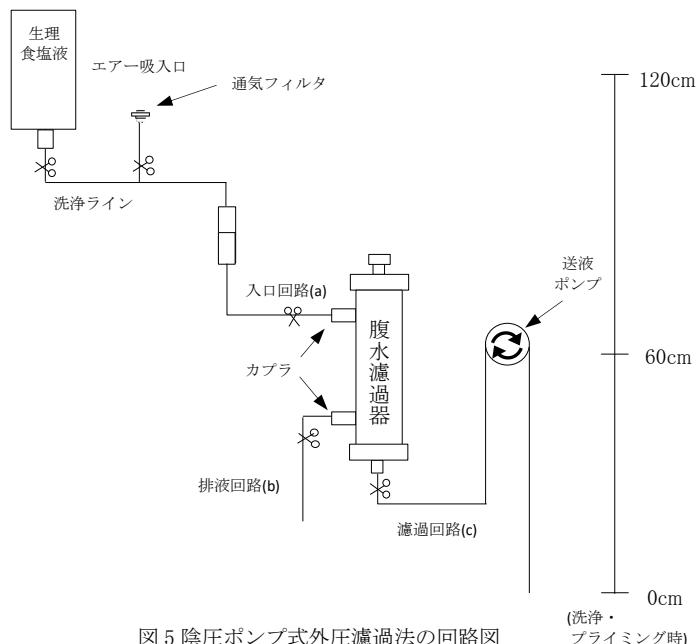

図5 陰圧ポンプ式外圧濾過法の回路図
- 1) 本品をイリガドール台のホルダーに取り付ける。(以降の手順に従い、図5の通り接続する)